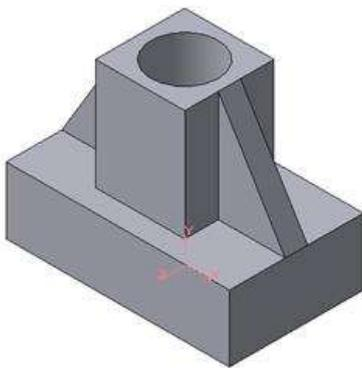

Рисунок 11 Деталь с построенными ребрами жесткости
Положение ребра жесткости относительно плоскости эскиза (рис.11);
- На экране направление показывается фантомной стрелкой в окне модели. Для построения второго ребра жесткости все построения повторяем (рис.11).